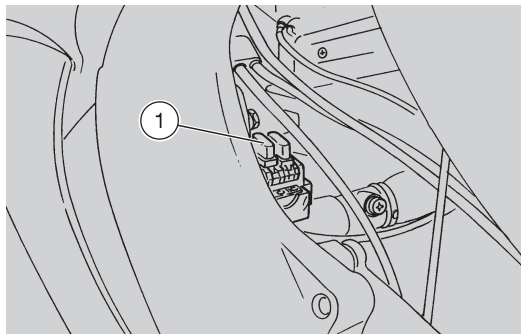

Fig. 52
REPLACEMENT DES FUSIBLES (Fig. 52)
- extraire un fusible à la fois (1 - Fig. 52) et contrôler si le filament est interrompu;